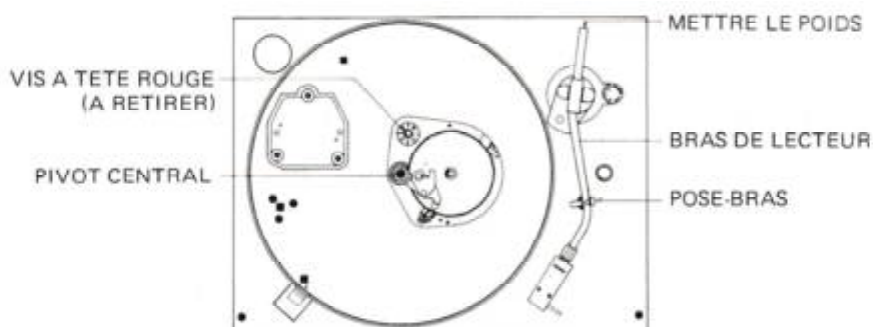

Fig. 1
1. Retirer la vis rouge fixant le poids pendant le transport. (Voir la Fig. 1)